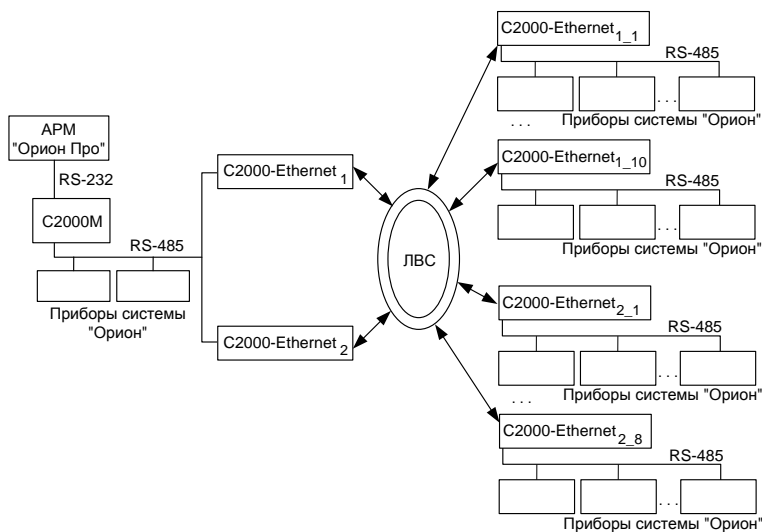

Рисунок 5 Пример схемы подключения «C2000-Ethernet»
Задача – объединить в одну систему приборы «Орион», расположенные в различных зданиях (**протокол обмена «Орион»**). Допустим, с учетом территориальной распределённости приборов, необходимо использовать 14 преобразователей «С2000-Ethernet». Максимальное количество «С2000-Ethernet», IP-адреса которых можно прописать в список удаленных устройств одного «С2000-Ethernet», равно 8. Соответственно, для того чтобы подключить 14 удаленных приборов «С2000-Ethernet», понадобится еще 2 прибора «С2000-Ethernet», которые будут находиться на стороне Master-устройства системы (АРМ «Орион Про», пульт «С2000М»). АРМ «Орион Про» осуществляет опрос приборов только по одному COM-порту. Следовательно, подключение обоих «С2000-Ethernet» к двум COM-портам компьютера невозможно. Поэтому для подключения двух «С2000-Ethernet» к АРМ «Орион Про» необходимо использовать либо преобразователь интерфейсов RS-232/RS-485 «С2000-ПИ», либо пульт «С2000М» (пульт работает или в режиме ПИ/резерв, или в режиме программирования). С учётом вышесказанного, используем схему подключения, представленную на **Рисунок 5**.
1. Тип интерфейса. Согласно указанной выше структуре построения системы (Рисунок 5) все «C2000-Ethernet» используют тип интерфейса **RS-485**.